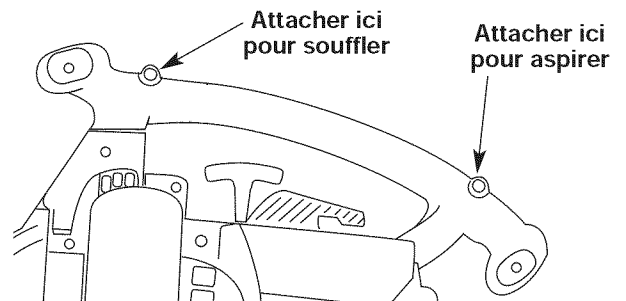

Fig. 7
3. Encliquetez le clip dans le support de fixation à l'avant ou à l'arrière de la poignée. Attachez à la partie antérieure de la poignée lorsque vous servez de la machine dans sa configuration souffleur, et attachez à la partie postérieure de la poignée lorsque vous servez de la machine en configuration aspirateur (Fig. 7).